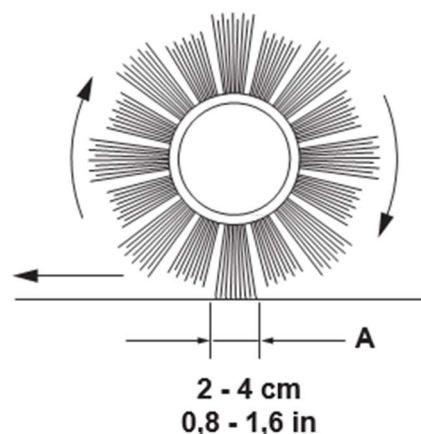

Figura 20
- Controllare che la spazzola principale (A, Figura 20), lungo la sua lunghezza, lasci un'impronta larga da 2 a 4 cm.
Se l'impronta (A, Figura 20) non rientra nelle specifiche, regolare l'altezza della spazzola principale seguendo la seguente procedura.
Se l'impronta (A, Figura 20) non può essere regolata correttamente a causa della diversa lunghezza delle setole e di conseguenza la pressione sul pavimento è diversa, fare riferimento al Manuale di assistenza.